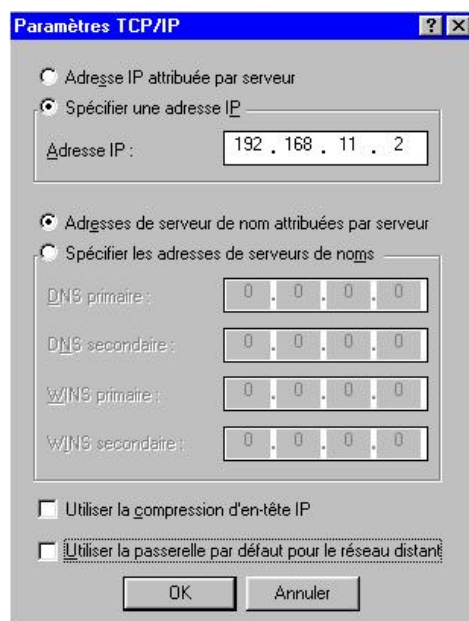

Figure 12: TCP IP Settings
- Dans la boîte de dialogue Paramètres TCP/IP (cf. figure 12), cliquez Spécifier une adresse IP et écrire l'adresse IP: 192.168.11.2. Adresse de serveur de nom attribuées par serveur doit être activé et le reste désactivé. Quand tout cela est bien configuré, cliquez sur OK.